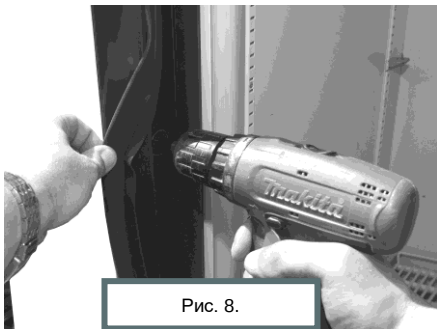

Рис. 8.
2. Фрезой диаметром 22 мм просверлить отверстие для замка Promix-SM131.10 (см. рис. 8).